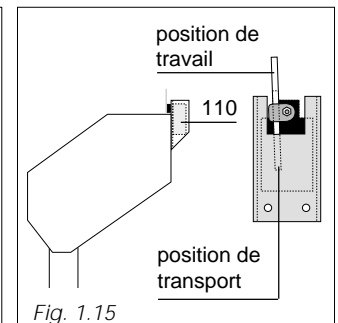

Fig. 1.15
- a) Monter les antichutes BLOCSTOP BSO-1020 (108) au moyen de la vis (h).
- b) Monter les détecteurs (110) et leurs supports comme représenté (Fig. 1.15). Souvent, en position de transport, le support est fourni monté à l'envers. Raccorder les détecteurs aux treuils TIRAK.